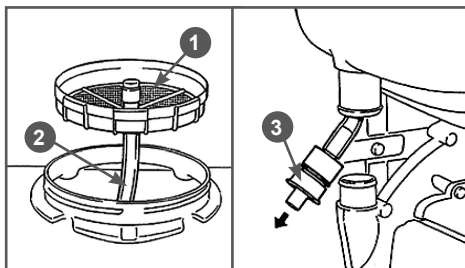

Рис. 11 Удаление шланга с редуктором из бака
4. Откройте крышку бака, потяните сетчатый фильтр 1 (Рис. 11) вверх и отсоедините шланг 2 от фильтра. Вытолкните редуктор 3 из бака и извлеките его вместе со шлангом.